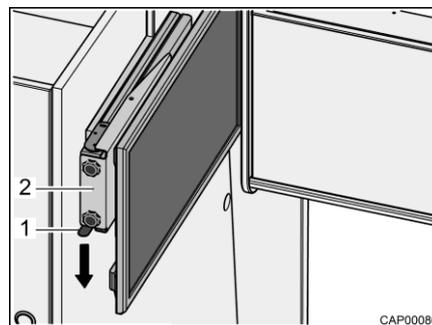

Fig. 36 Base estraibile con schermo piatto
■ Premere verso il basso la molla d'arresto (Fig. 36,1) ed estrarre orizzontalmente la base estraibile (Fig. 36,2) con lo schermo piatto in direzione del centro del veicolo.
- Fare scorrere orizzontalmente la base estraibile (Fig. 36,2) con lo schermo piatto fino all'arresto. La molla d'arresto (Fig. 36,1) scatta in posizione.